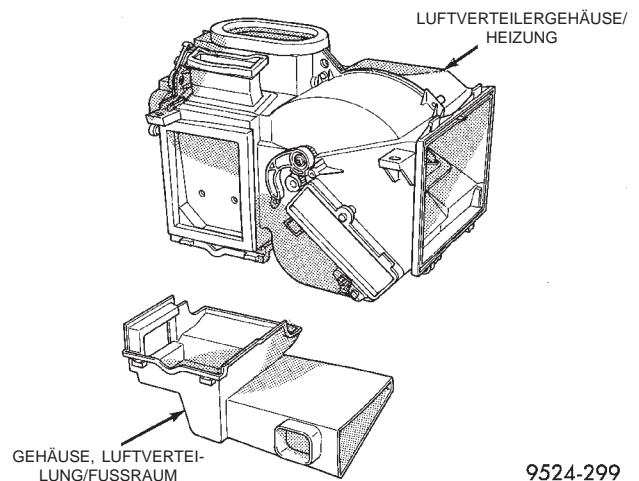

Abb. 92 Unteres Gehäuse für Luftverteilung/ Fußraum
(23) Befestigungsclips des unteren Luftverteilergehäuses der Heizung lösen und Gehäuse abnehmen (Abb. 92).